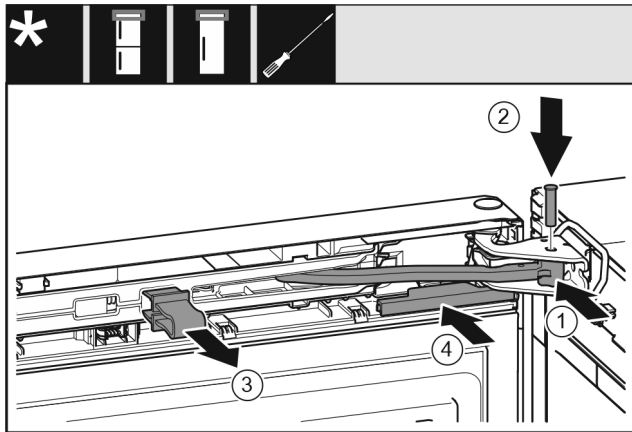

Fig. 21
- ▶ Forgassa be a csuklót a csapágybakba. Fig. 21 (1)
- ▶ Helyezze be a csapszeget a csapágybakba és a csuklóba. Közben ügyeljen arra, hogy a bekattanó bütyök megfelelően illeszkedjen a horonyba. Fig. 21 (2)
- ▶ Vegye le a biztosítékot. Fig. 21 (3)
- ▶ Tolja fel a fedelet. Fig. 21 (4)